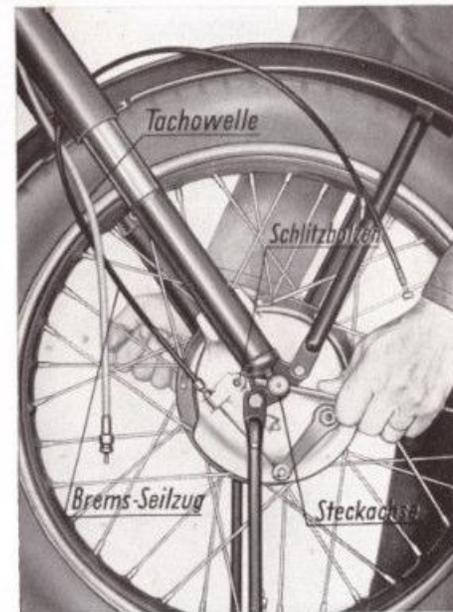

Abb. 27
Ausbau des Vorderrades (Abb. 27):
Durch leichtes Klopfen lösen Sie die Stahlseilränder des Reifens von der Felge, drücken die nicht dehnbaren Stahlseile an einer Stelle in die Rille (wie Abb. 27) und gewinnen dadurch an der gegenüberliegenden Seite genügend Spielraum, um eine Drahtwulst mit dem Montierhebel über den Felgenrand schieben zu können. Halten Sie die über den Felgenrand geschobene Wulst mit dem Montierhebel fest und rutschen Sie mit einem zweiten Hebel am Felgenrand entlang weiter, bis die Drahtwulst über dem ganzen Umfang außerhalb der Felge ist. Dann ziehen Sie den Luftschlauch heraus, legen daraufhin auch die zweite Wulst an einer Stelle in das Tiefbett und heben die andere Seite des Reifens über den Felgenrand hinweg.
2. Vorderrad ausbauen, wie auf Seite 31 mit Abb. 27 beschrieben;
6. Rad einbauen, in umgekehrter Reihenfolge wie auf Seite 31 mit Abb. 27 beschrieben.